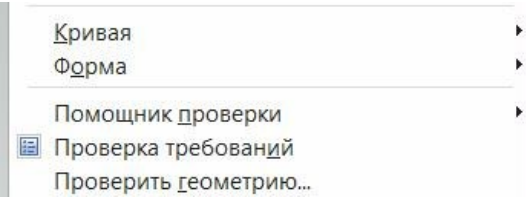

рис.121
- В падающем меню «Анализ» есть группа команд *полуавтоматической* проверки качества построенной геометрической модели детали. Это команды «Помощник проверки», «Проверка требований», «Проверить геометрию» (рис.121).